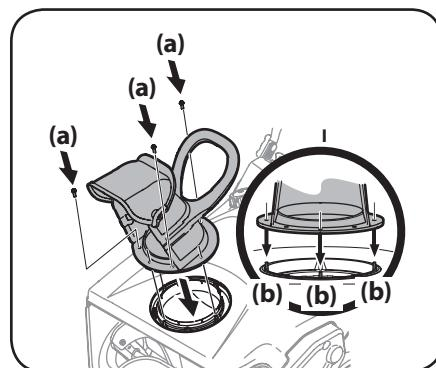

Figura 2-13
- Retire el tornillo (a) y la tuerca hexagonal (b) de la junta universal. Consulte la Figura 2-13.
- Coloque la junta universal en el extremo de la varilla del canal como se indica en la Figura 2-13.
- Sujete la junta universal con la tuerca de seguridad hexagonal (b) y el tornillo (a) que extrajo previamente en el Paso 3. Consulte la Figura 2-13.